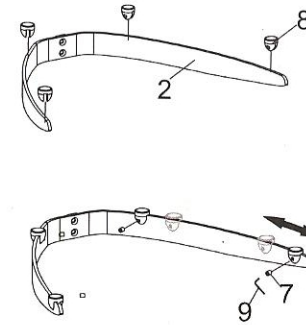

Fig 1
Colocar las esteras plasticas (8) en los soportes de estante (2) utilizando tornillos para estera (7) utilizando la llave allen de 2.5x2.5mm (9).Asegurese que estos se encuentren en la posición correcta para que el estante descansa firmemente Fig.1